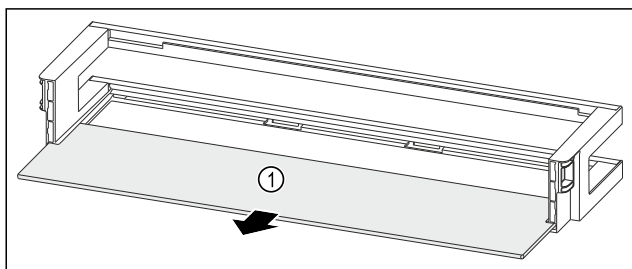

Fig. 197 Balconnet de contre-porte avec tablette de rangement
- ▶ Retirer la tablette de rangement Fig. 197 (1).